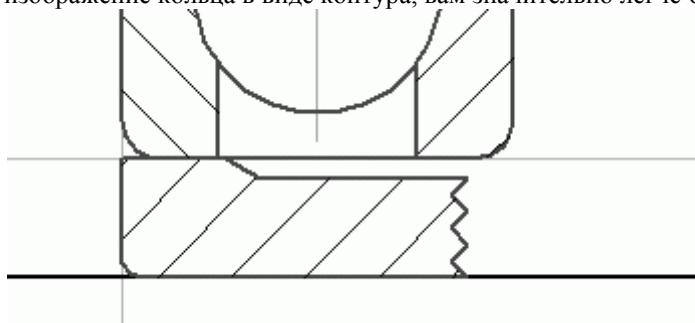

Рис. 2.90. Кольцо маслоудерживающее (половина сечения)
5. Постройте половину сечения маслоудерживающего кольца и заштрихуйте его (рис. 2.90). Для построения желательно использовать команду Ломаная, после чего выполнить скругление в левом нижнем углу изображения кольца. Конечно, вы можете создать то же изображение при помощи инструмента Непрерывный ввод
6. Создайте зеркальную копию вычерченной половины кольца. Перед нажатием кнопки Симметрия панели Редактирование не забудьте вместе с контуром выделить и штриховку. При создании штриховки желательно уменьшить шаг (на рис. 2.90 принято значение 2 мм), так как площадь, ограниченная контуром, небольшая.